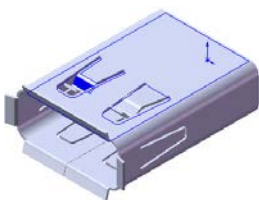
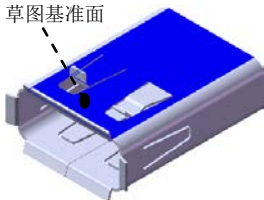
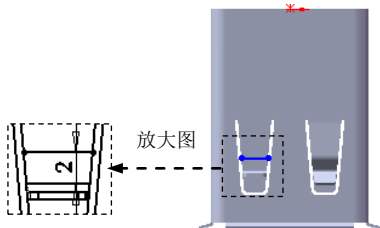

图 10.48 绘制的折弯 5
图 10.49 草图基准面
图 10.50 横断面草图
Step15. 创建图 10.48 所示的钣金特征——绘制的折弯 5。
(1) 选择下拉菜单 **插入(I)** → **钣金(B)** →  **绘制的折弯(S)...** 命令。
(2) 定义横断面草图。选取图 10.49 所示的模型表面为草图基准面，在草图平面中绘制图 10.50 所示的横断面草图。
(3) 定义绘制的折弯参数。在“绘制的折弯”对话框的**折弯位置:**选项选取“折弯中心线”按钮，单击按钮，并在其后文本框中输入角度值 45；取消 ☐ 使用默认半径(R) 复选框，在文本框中输入折弯半径值 1。
(4) 单击按钮，完成绘制的折弯 5 的创建。